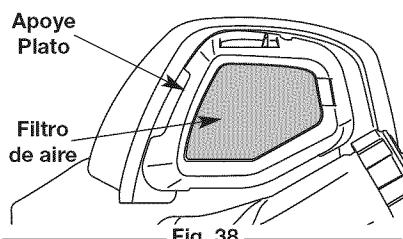

Fig. 38
2. Retire el filtro de aire (Fig. 38).
6. Vuelva a colocar el filtro de aire en la placa de base (Fig. 38).